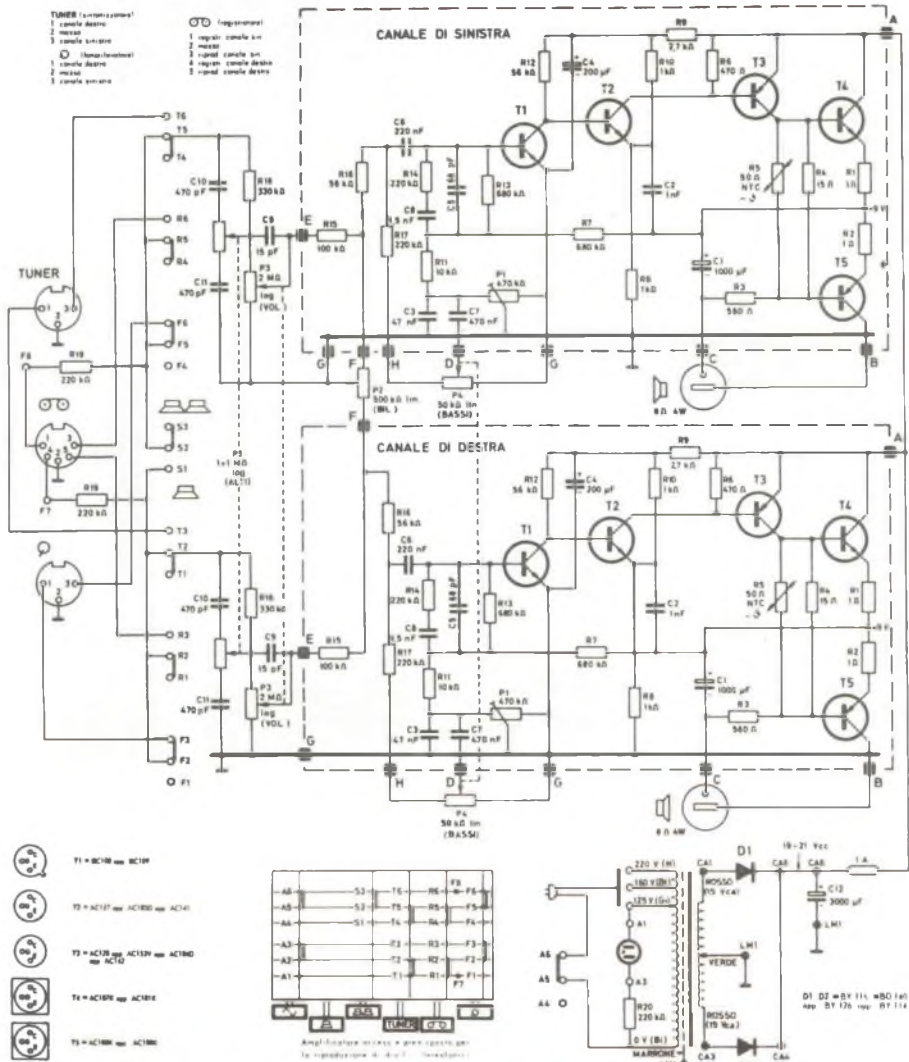

Fig. 1 - Schema elettrico dell'amplificatore stereofonico.
**L'amplificatore** - Lo schema elettrico dell'amplificatore è illustrato nella *fig. 1*; come si può vedere, esso impiega transistori moderni in circuiti particolarmente studiati per il miglior rendimento in BF.
Per rendere poi simmetrico il segnale di uscita, si regola il potenziometro semifisso P1 nella fase di messa a punto del circuito. Osservando lo schema della fig. 1, si nota che tutti i componenti disegnati all'interno della cornice tratteggiata sono montati sul circuito stampato.